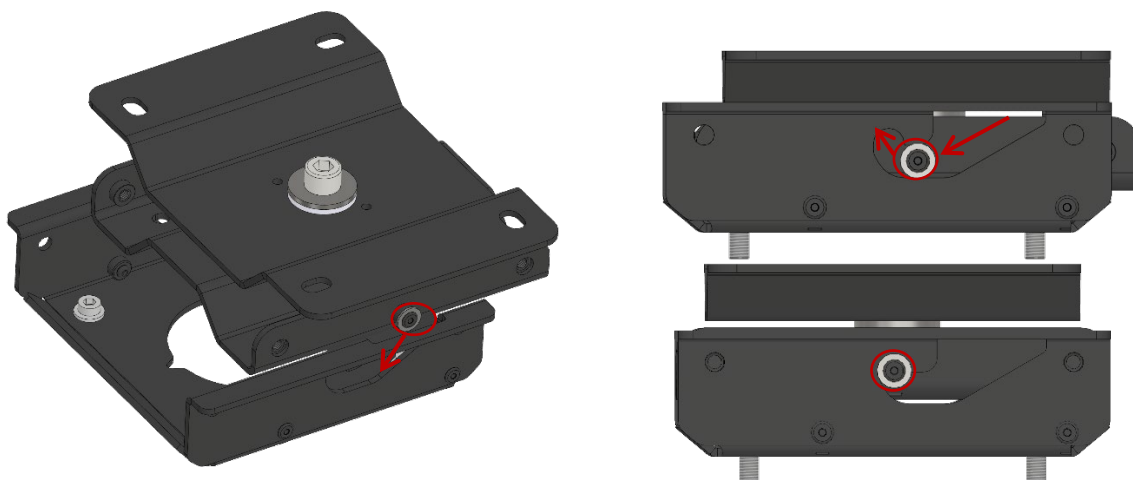

Abbildung 25 Montage des ECO-QH-S mit dem ECO-CB
Schritt 3: Schieben Sie den ECO Quick Hang S von unten in die ECO-Deckenhalterung, sodass seine beiden seitlichen Stifte in die beiden Aussparungen gleiten und dort einrasten, wie in den Bildern unter Abbildung 25 Montage des ECO-QH-S mit dem ECO-CB gezeigt.